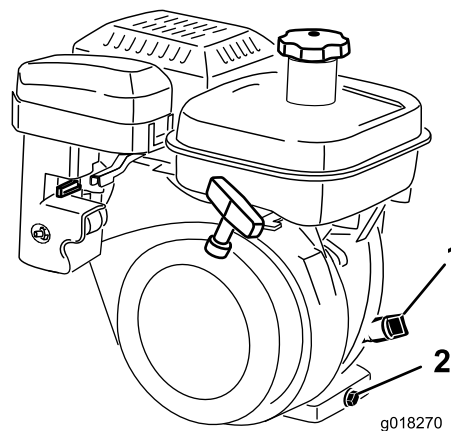

Figura 31
2. Posizionate il tosaerba in modo che il motore sia a livello, e pulite attorno al misuratore del livello dell'olio (Figura 31).
3. Estraete l'asta del livello dell'olio facendola girare in senso antiorario (Figura 31).
4. Tergete l'asta indicatrice del livello dell'olio ed inseritela nel foro di riempimento. Non avvitate l'asta nel foro. Rimuovetela e controllate il livello dell'olio. Se il livello è basso, rabboccate soltanto fino a raggiungere la posizione intermedia tra H e L sull'asta di livello (Figura 31). Controllate il livello dell'olio. Non riempite troppo.
2. Collocate una bacinella sotto il tappo di spurgo, dietro la macchina (Figura 31). Allentate il tappo di spurgo.